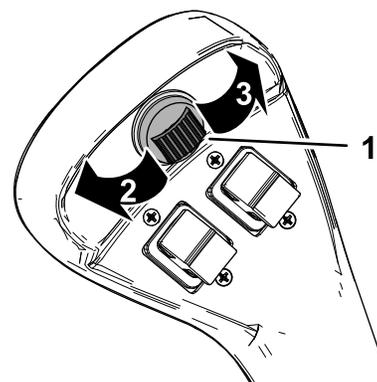

Figure 22
La commande auxiliaire (Figure 22) permet de commander certains accessoires proposés en option.
- Poussez la commande auxiliaire vers la droite jusqu'à ce qu'elle se bloque en position pour actionner un accessoire hydraulique en avant (Figure 22). Utilisez la commande principale pour commander la fonction; voir Commande principale de l'accessoire \(page 14\).